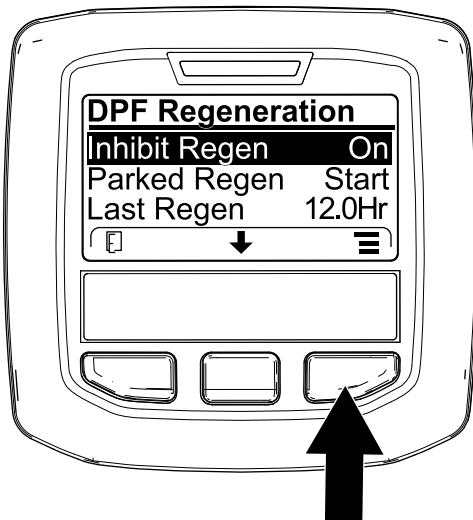
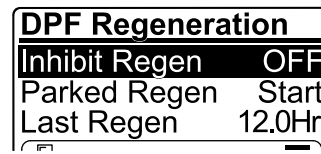

Figure 13
Figure 14
1. Ouvrez le menu DPF Regeneration (régénération du FAP), appuyez sur le bouton central pour naviguer jusqu'à l'option INHIBIT REGEN (interdiction de régénération), et appuyez sur le bouton droit pour la sélectionner (Figure 13).
2. Appuyez sur le bouton droit pour changer l'option d'interdiction de régénération de On (activée) à Off (désactivée) (Figure 13) ou inversement (Figure 14).